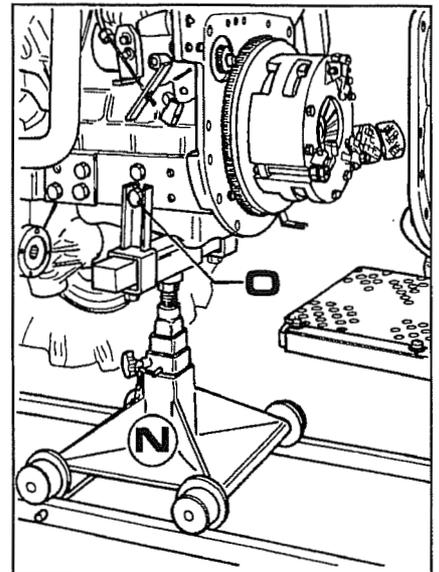

Abb. 18
18. Nun ist es möglich, die Maschine zu zerlegen. Dazu braucht man die Vorrichtung **N** Abb. 18, die erforderlich ist, um die beide Teile abzustützen und ausgerichtet zu halten, um sie dann an den Schrauben **O** zu befestigen.